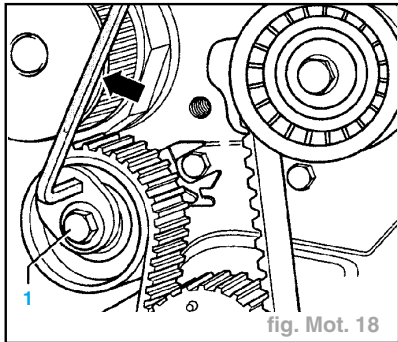

fig. Mot. 18
- desserrer le galet-tendeur d'entraînement principal (1) et détendre la courroie crantée en tournant le galet-tendeur dans le sens inverse d'horloge (flèche) (fig. Mot. 18),